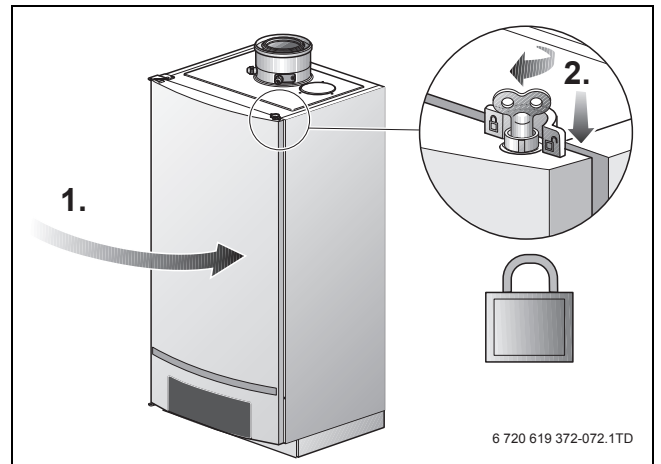

Bild 79 Kesseltür schließen
- Kesseltür schließen (→ Bild 79) und Schloss mit dem Entlüftungsschlüssel mit ¼ Umdrehung nach rechts verschließen.